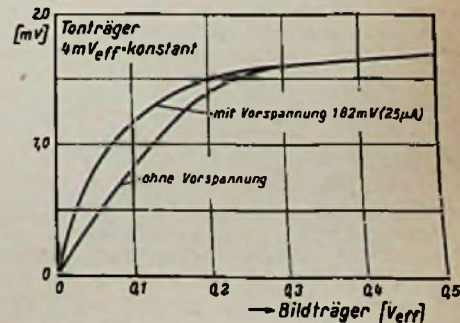

Bild 3. Verlauf der Mischkennlinien für kleine Bildträger-Spannungen
In diesem Fall ist also eine starke Amplitudenmodulation des 5,5-MHz-Inter-carriersignals die Folge. Bild 3 zeigt Messungen an der Valvo-Diode OA 70 bei kleinen Bildträger-Spannungen, wobei die Amplitude des Tonträgers nach folgenden Überlegungen ermittelt werden kann.
2. Der Abknick-Punkt der in Bild 1 und 3 angegebenen Kurven sollte durch eine geringe Arbeitspunktverschiebung der Video-Diode in das Durchlaßgebiet nach links verschoben werden (Bild 3).